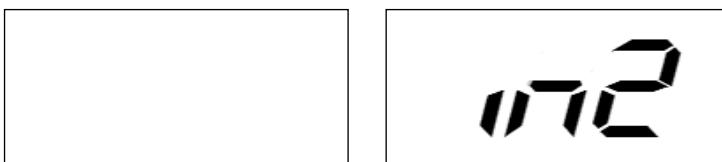

Figura F6.4 Posição do bloco de equilíbrio de entrada W
- 6) Se o ângulo for maior que 120 graus, a máquina exibirá a mensagem mostrada na Figura F6.2 por um segundo e emitirá um bip para indicar que seja necessário selecionar a outra posição. Se o ângulo for menor que 120 graus, a máquina exibirá a mensagem mostrada na Figura F6.4 para permitir a próxima operação.